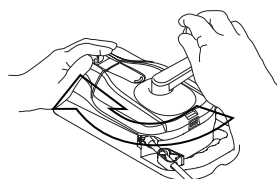

図3 カバーを押さえる場合
11. 専用チューブのクランプを開き、片手で本品をしっかりと押さえながら、ハンドルを右回転させ、患者へ栄養剤等を注入します。(図3、4)
- ハンドルを回転させる際は、【操作方法又は使用方法等】の図3又は4で示す場所を押さえること。[手指を挟む可能性がある。]